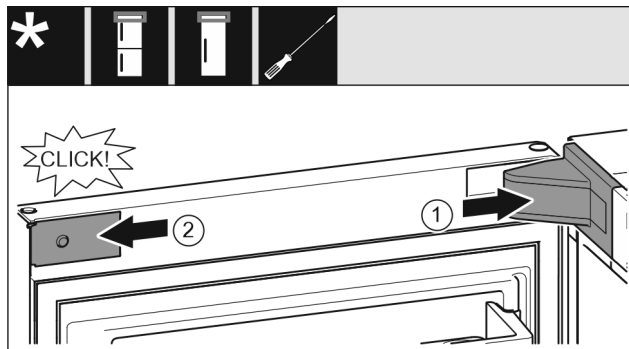

Fig. 25
- ▶ Sätt an lagerbockskyddet Fig. 25 (1) och haka i, tryck vid behov försiktigt isär det.
- ▶ Sätt an panelen Fig. 25 (2) på sidan och haka i.